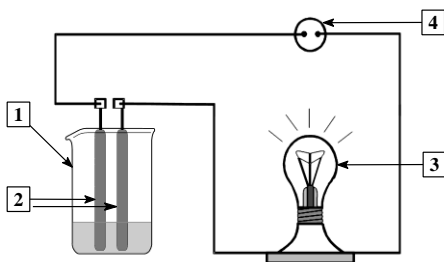

Рис. 18. Установка для испытания электропроводности
1. Проверить электропроводность жидкого аммиака с помощью прибора, изображенного на рис. 18 и состоящего из двух платиновых электродов 2, электрической лампы накаливания 3 и источника тока 4.